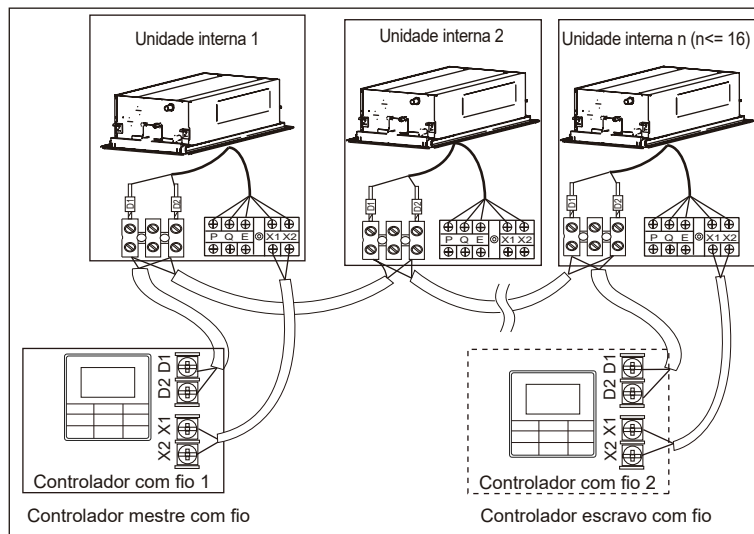

Figura 38
- Use um controlador com fio para controlar várias unidades internas ou dois controladores com fio (um controlador mestre e um escravo) para controlar várias unidades internas (consulte a Figura 38);